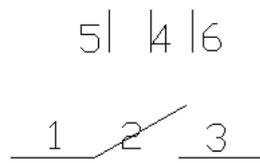

图 11-44 偏移垂直直线
(3) 偏移垂直直线。单击“修改”工具栏中的“偏移”按钮，输入偏移距离为 4mm，选择直线 4 为偏移对象，分别向两侧进行等距偏移，等距结果如图 11-44 所示。